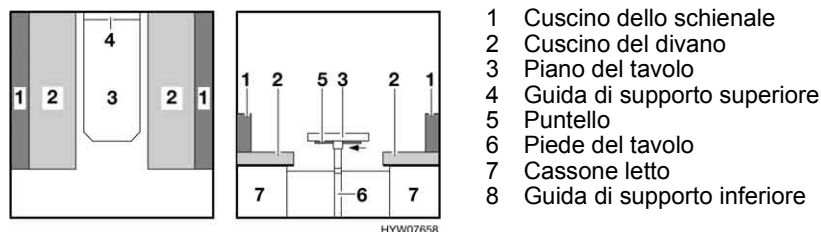

Fig. 45 Prima della trasformazione
- Sistemare i cuscini del divano (Fig. 45,2).
- Sollevare leggermente il piano del tavolo (Fig. 45,3) in avanti.
- Tirare verso il basso il piede del tavolo (Fig. 45,6) e ripiegarlo.
- Spingere il puntello (Fig. 45,5) verso sinistra e ribaltarlo.
- Alzare il piano del tavolo (Fig. 45,3) di circa 45°, sollevarlo dalla guida di supporto superiore (Fig. 45,4) e mantenerlo ad un angolo di 45°.